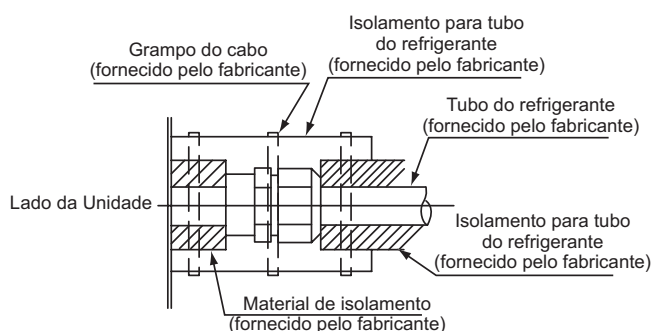

Fig.5.3 Isolamento em Tubos
- (3) Depois de conectar a tubulação do refrigerante, sele os tubos de refrigerante com o material de isolamento fornecido pelo fabricante como mostrado na Fig.5.3